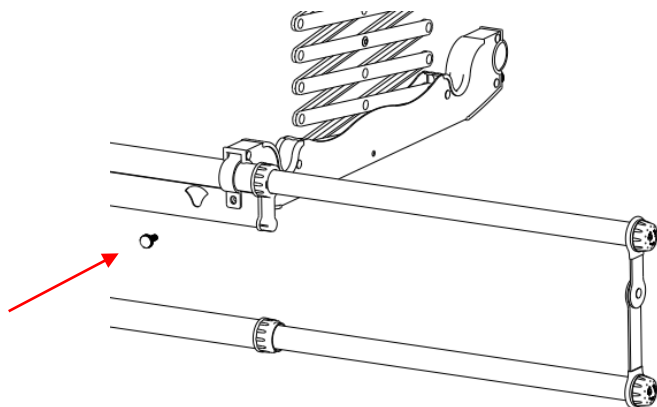

图 6
10. 安装衣杆组件：拧开剪刀架胶头螺钉，双手托起衣杆组件，将固定衣杆塞入，拧紧螺钉。（如图 6）